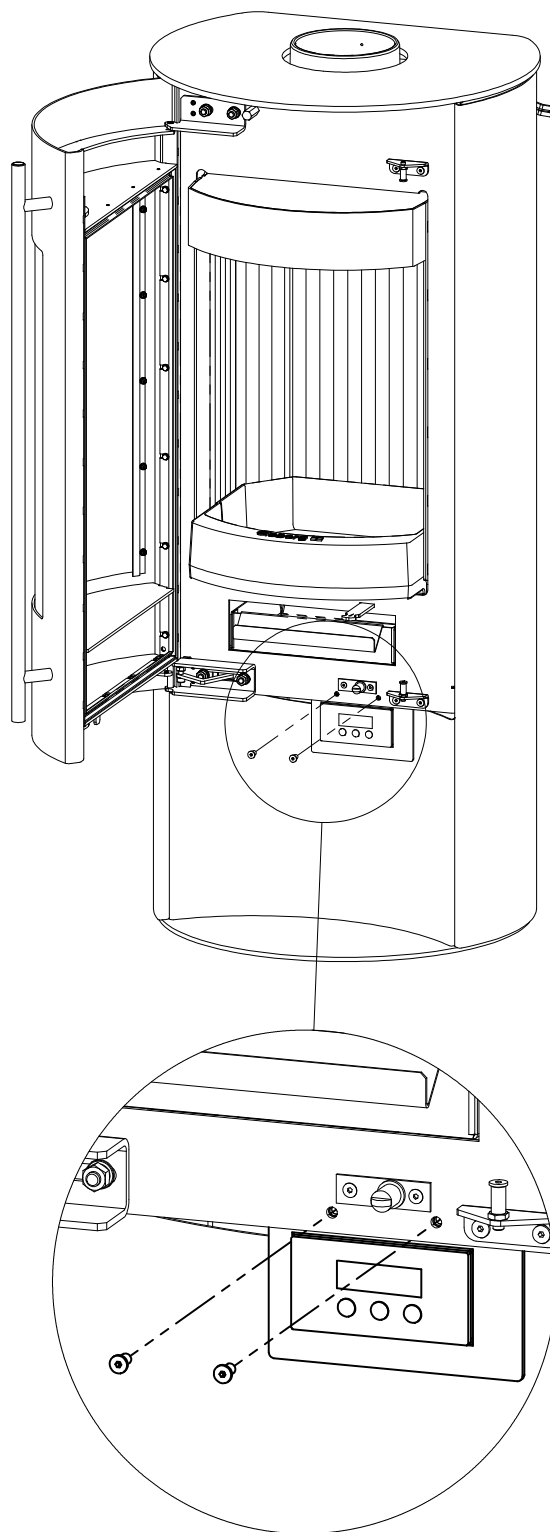

Fig.4
- Atornillar el sistema electrónico en el aparato mediante los tornillos Allen adjuntos (Fig.4)